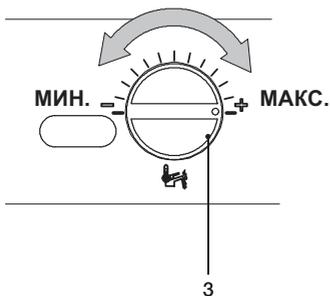

Рисунок 9.13
- Тепловую мощность отопления можно регулировать при помощи регулятора температуры воды в системе горячего водоснабжения 3 (Рисунок 9.13).